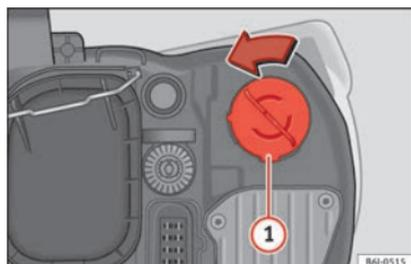

Fig. 101 Indicatore di direzione
- Ruotare il portalampadine » fig. 101 ① verso sinistra e tirare.